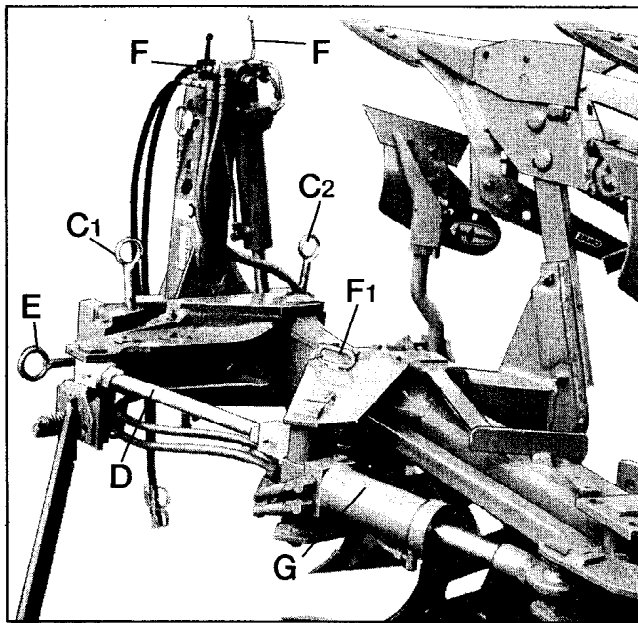
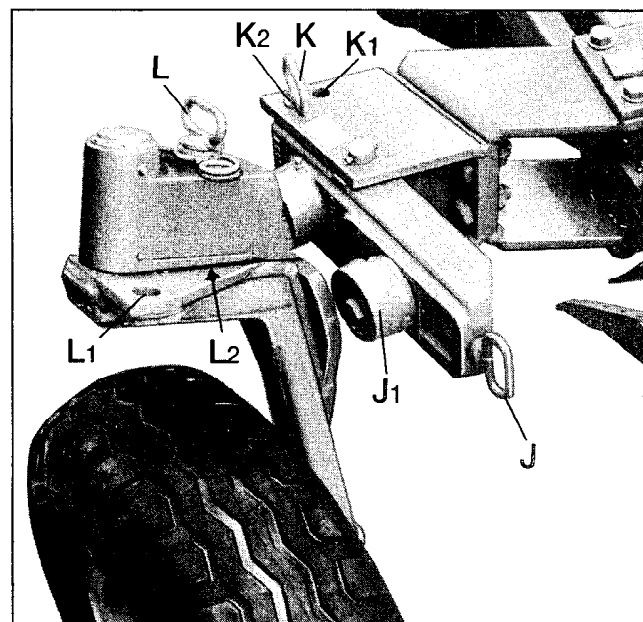

Fig. 2
Fig. 13
Après ce réglage de base (point de traction, largeur de coupe du premier corps), il faut régler la largeur de travail - mécaniquement ou hydrauliquement, à l'aide de la manivelle ou du vérin (**G**, fig. 2 + 3).
Avec la largeur et/ou le déport hydraulique, la charrue doit être réglée en largeur de travail faible et verrouillée avec la broche F1 (fig. 2 ou 3).
**Transport avec roue combinée:** Comme ci-dessus, baisser la largeur de travail de la charrue au minimum; verrouiller avec broche F1 (fig. 2 ou 3); lever la charrue, retirer la broche L, faire pivoter la roue et fixer dans le perçage L1 (fig. 13 + 14).
Mettre la broche K dans le perçage K2 en position de travail (fig. 13).